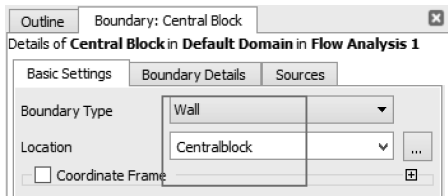

图 12-52 墙基本设置
(1) 在任务栏中单击边界条件按钮 ，在弹出的插入边界条件面板里输入名称为“Central Block”然后确定，在基本设定中设置边界条件类型为 Wall，位置选择 Central Block，如图 12-52 所示。